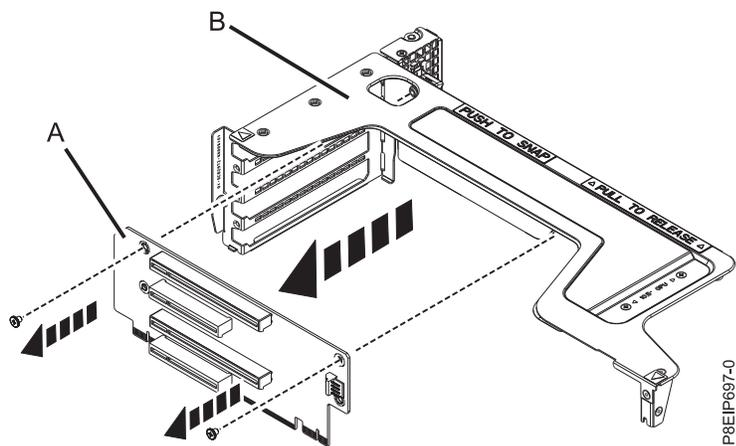

Figura 47. Extracción de la tarjeta de expansión de la posición 5, 6, 7 y 8
- h. Si debe sustituirse la tarjeta de expansión en las posiciones 5, 6, 7 y 8, extráigalas del soporte de la tarjeta de expansión. Quite los dos tornillos que fijan la tarjeta de expansión al soporte de la tarjeta de expansión, como se muestra en la Figura 47 en la página 43.